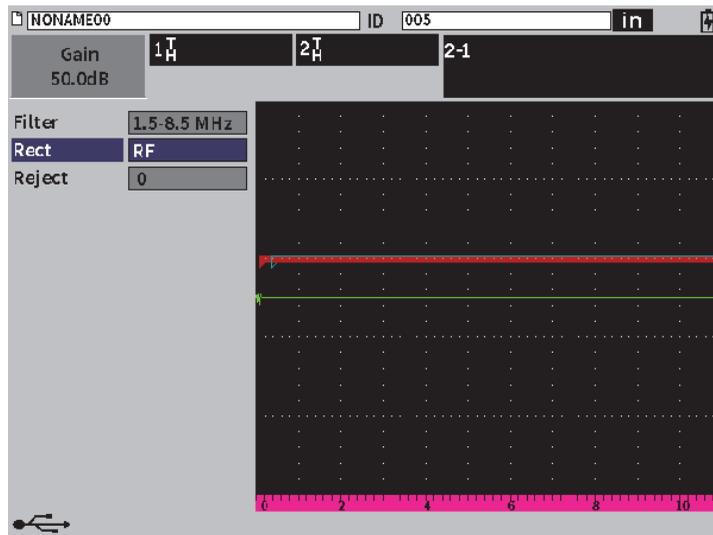

図 11-42 レシーバーダイアログボックス
- レシーバー (RX) ダイアログボックスで、**波形表示**を **RF 波形**に設定します (227 ページの図 11-42 参照)。
3. ESC を 2 回押して設定メニューを消して、ライブ A- スキャンでエコー間測定を表示します (227 ページの図 11-42 参照)。